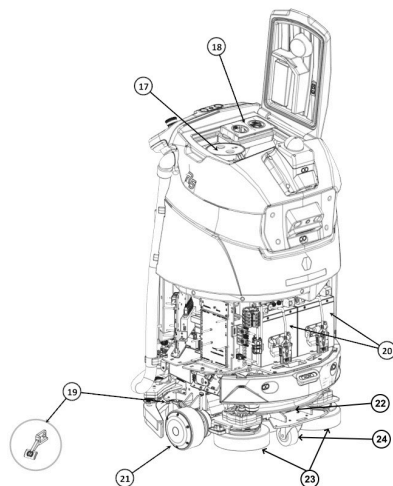

Figura 3
- 17. Coș de retenție resturi (Figura 3)
- 18. Filtru HEPA (Figura 3)
- 19. Manetă de siguranță (Figura 3)
- 20. Acumulator (Figura 3)
- 21. Roată de tracțiune (Figura 3)
- 22. Filtru de apă (Figura 3)
- 23. Cap de curățare (Figura 3)
- 24. Roată pivotantă (Figura 3)